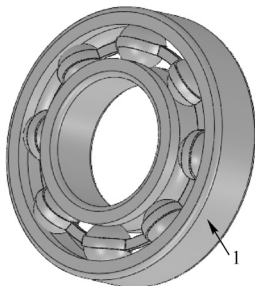
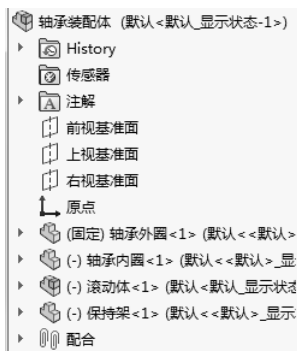

图 8-47 打开的文件实体
图 8-48 传动装配体的 FeatureManager 设计树
1) 打开的文件实体如图 8-47 所示。传动装配体的 FeatureManager 设计树如图 8-48 所示。